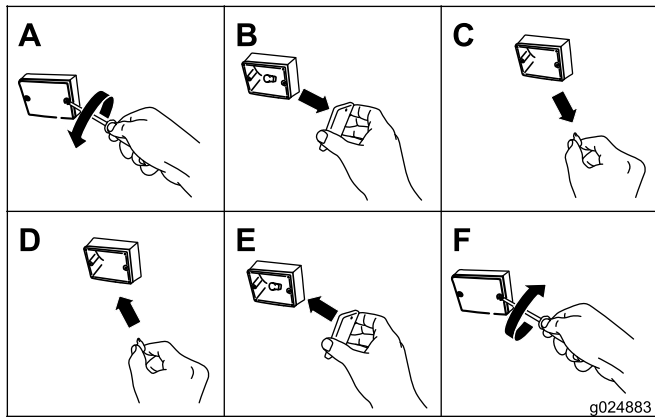

Figura 55
1. Usando un destornillador, retire los 2 tornillos de la lente rectangular pequeña de color ámbar en la parte delantera de la luz (Figura 55).
2. Retire la lente ámbar (Figura 55).
3. Retire la lámpara del zócalo (Figura 55).
4. Inserte una lámpara 193 nueva en el zócalo (Figura 55).
5. Instale la lente ámbar y los 2 tornillos (Figura 55).